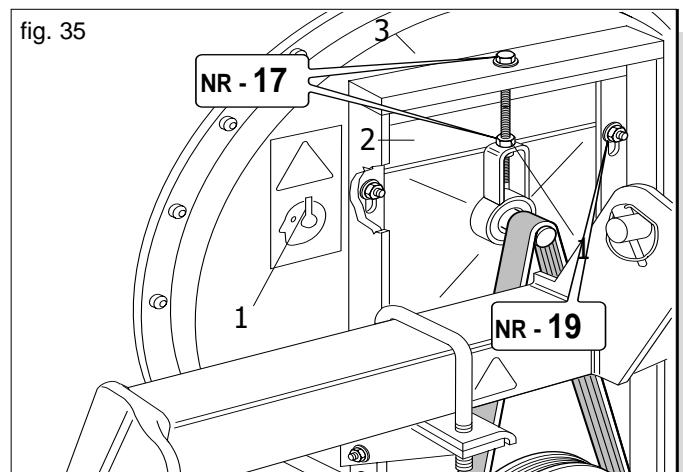

fig. 35
- Die Schrauben (1 Abb. 35) aufschrauben;
- Die Mutter (2 Abb. 35) aufschrauben;
- Den Riemen durch Anzug der Schraube (3 Abb. 35) spannen;